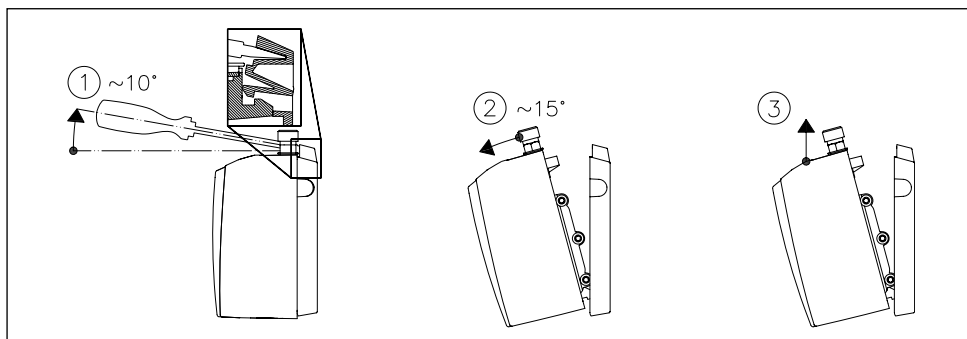

Abb. 17: »Gerät von Wandhalter trennen KDU; KD«
- b. KDU; KD: Stecken Sie zum Lösen des Gerätes eine breite Schraubendreherspitze bis zum Anschlag in die Wandhalterverriegelung zwischen den Wasseranschlussstücken und drücken Sie die Verriegelung leicht nach oben. Kippen Sie das Gerät maximal 15° nach vorne und entnehmen Sie es nach oben (siehe Abb. 17).